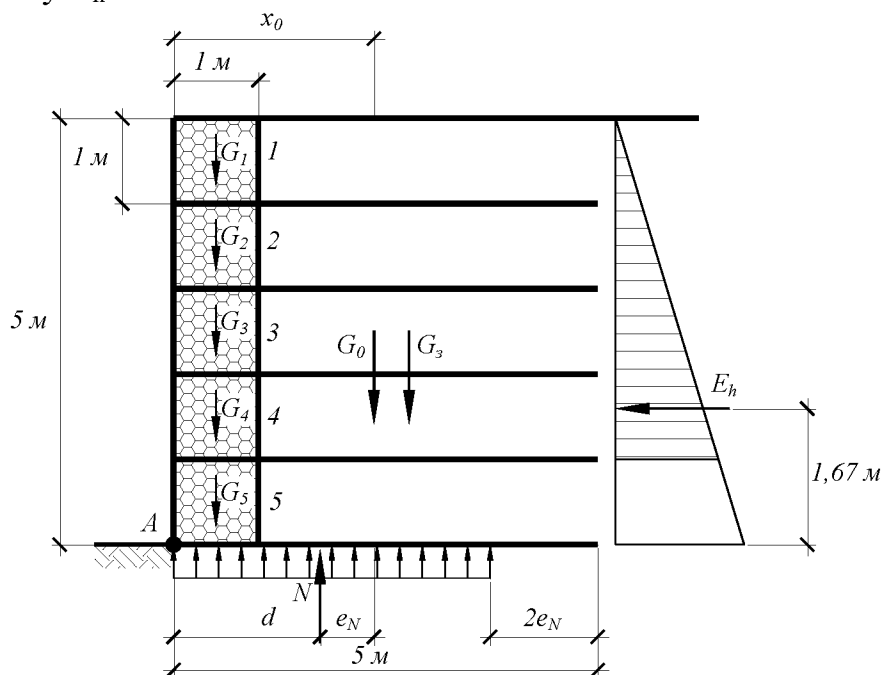

Рисунок 2 – Расчетная схема для вычисления устойчивости против опрокидывания армогрунтовой габионной стены
**Задача 3.** Выполнить расчеты устойчивости против опрокидывания армогрунтовой габионной стены с вертикальной лицевой гранью (рисунок 2), расположенной на участке автомобильной дороги I категории. Стена состоит из коробчатых габионов с армирующей панелью длиной 5 м, выполненных из сетки № 80 с полимерным покрытием и диаметром проволоки 2,7 мм. Прочность армирующей панели разрыву составляет  $R_p = 47,0 \text{ кН/м}$ . Удельный вес каменного материала заполнения габионной конструкции  $\gamma_s = 24 \text{ кН/м}^3$ , пористость со-